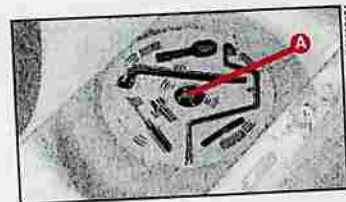

fig. 2
5) Dévisser le dispositif de blocage **A**-fig. 2.